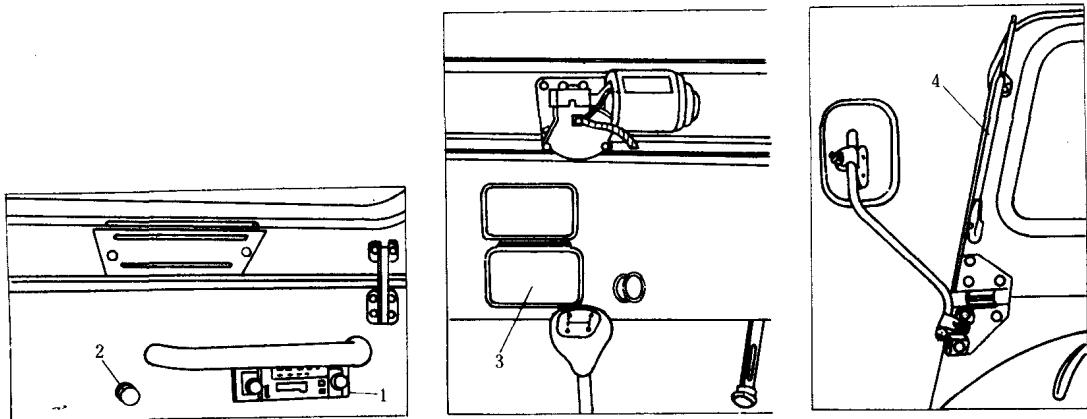

图 1-16 收放机及点烟器
14. 收放机 1(图 1-16) 双声道收放机位于仪表板扶手下面,左、右扬声器分别装于前围左、右侧板上。当点火开关处在通电位置时才可以使用。前风窗右侧装有拉杆天线 4。
15. 点烟器 2(图 1-16) 位于仪表板扶手左侧,当点火开关处在通电位置时,可以使用。点烟时,应先将点烟器按入,当点烟器自动弹出(断电),即可拔出使用。注意:不要将点烟器按在加热位置不放手,容易损坏电热元件。
16. 烟灰盒 3(图 1-16) 烟灰盒位于仪表板的中部。